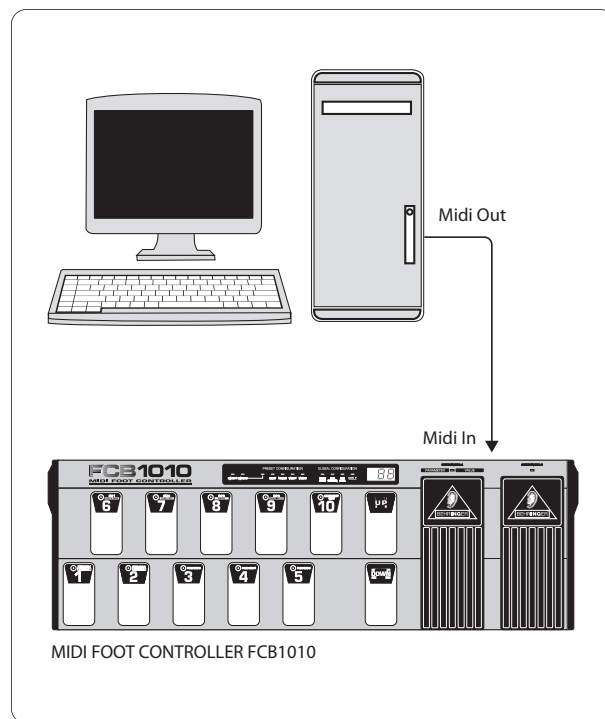

Fig. 2.6: Sådan modtages et SysEx-dump
- Forbind MIDI OUT'en på din sequencer/computer med MIDI IN på FCB1010 (se fig. 2.6).